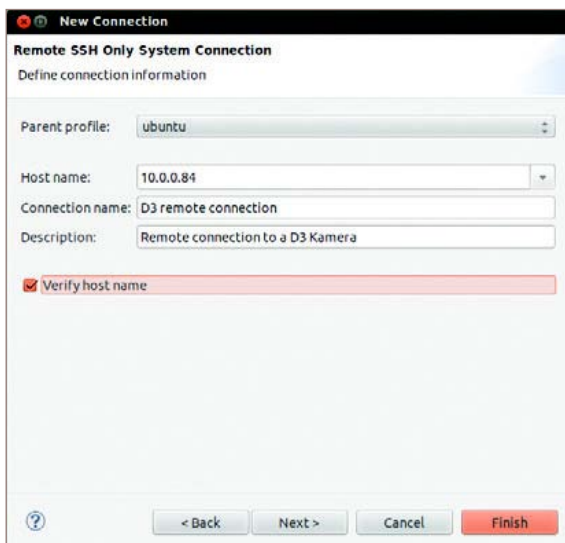

図26: 新規接続
4. **Host name**フィールドでホストネームかD3カメラのIPアドレスを入力します(→81ページの図26)。